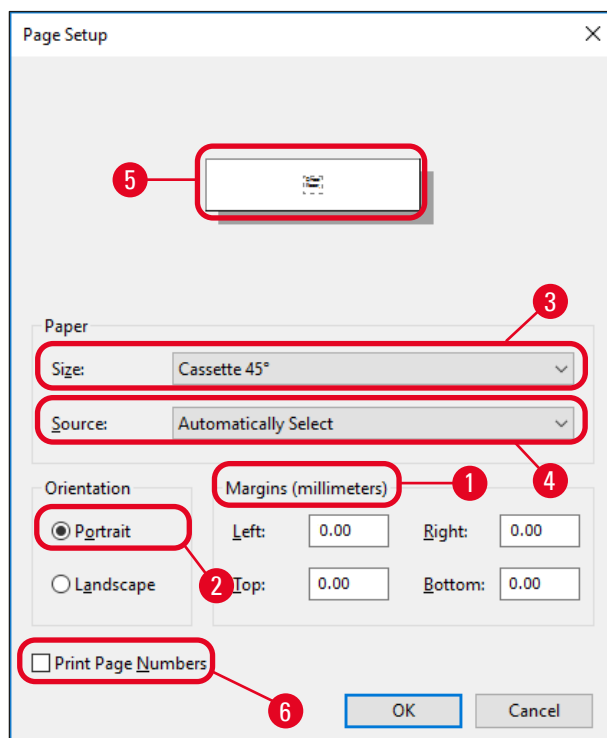

Fig. 46
3. Først skal sideindstillingerne vælges: Klik på **File (Filer) > Page Setup (Sideopsætning)** for at åbne dialogboksen **Page Setup (Sideopsætning)** (→ "Fig. 46").